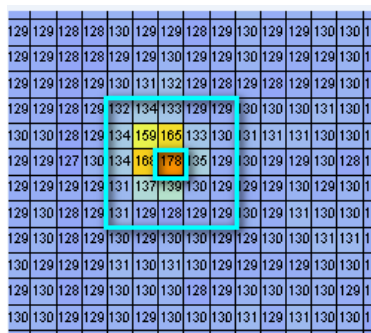

Figure 5-18: 放大手指按壓觸控屏區域電容值視窗示意圖
- ◆ 由下圖 Figure 5-18 可知，中心按壓電容值為 178。找尋按壓中心點周圍 5x5 矩陣電容值最小值為 128，所以 $BENDING_MIN_POINT_LEVEL$ 為 $128 + 5$ 建議設定為 133。